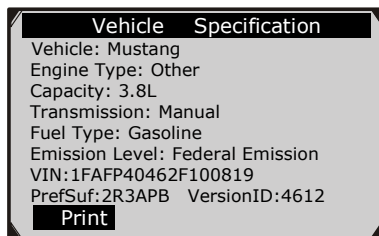

Рисунок 4.2
- 3) Проверьте данные, выбранные на экране. (Рисунок 4.2)